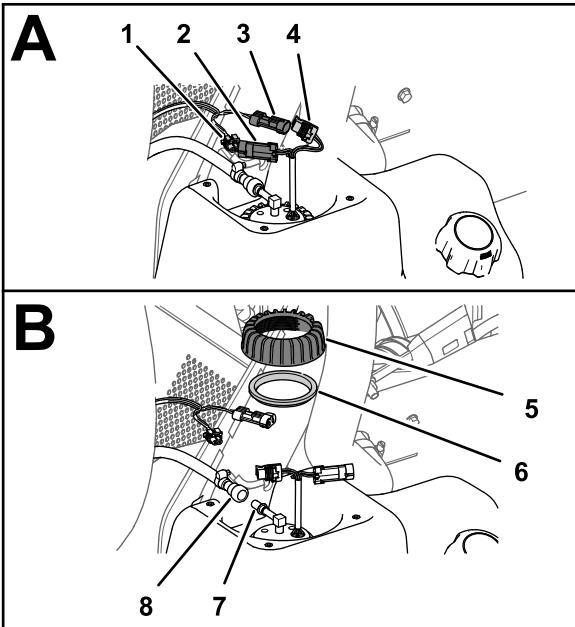

図 74
- 燃料ポンプ / センダーユニットの2ピンコネクタから、車両用のワイヤハーネスの2ソケットコネクタを外し燃料ポンプ / センダーユニットの2ソケットコネクタから、車両用のワイヤハーネスの2ピンコネクタを外す図 74。
2. 燃料ホースカップラの固定スリーブを燃料ポンプ / センダーユニットのフィッティングからはずし、フィッティングからカップリングとホースを取り外す図 74。
3. 燃料ポンプ / センダーユニットのナットを左に回して、ナットとシールを取り外す図 74。